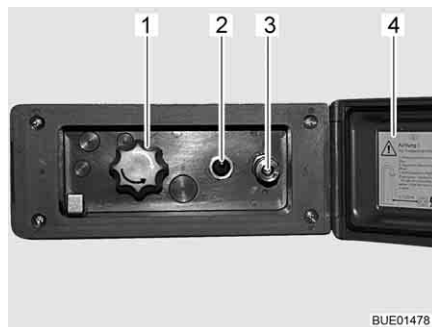

Fig. 77 Branchement de la douche extérieure
- Déverrouiller et ouvrir le couvercle (Fig. 77,4).
- Brancher le flexible de la douche extérieure sur la fermeture rapide (Fig. 77,3).
- Allumer la pompe à eau avec le commutateur (Fig. 77,2).
- Régler la température de l'eau selon ses désirs avec le bouton rotatif (Fig. 77,1).
- Éteindre la pompe à eau avec le commutateur (Fig. 77,2).
- Fermer le couvercle (Fig. 77,4) et verrouiller avec la clé.
- Placer le bouton rotatif (Fig. 77,1) sur la position intermédiaire.